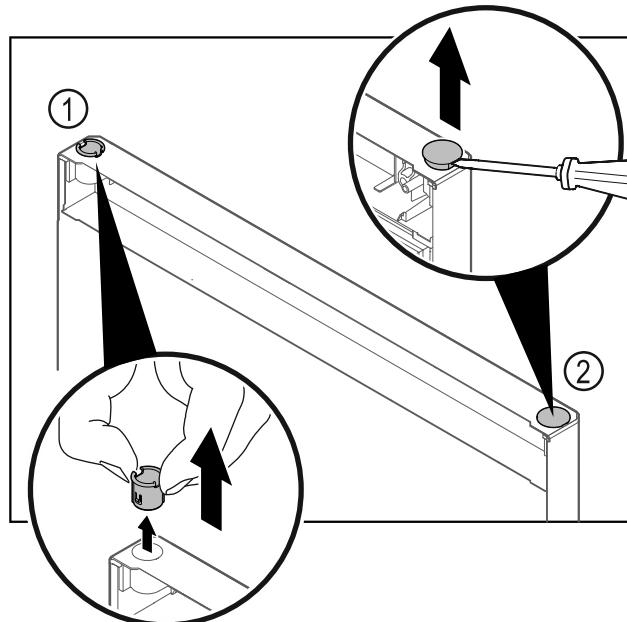

Fig. 28
- Pirštais ištraukite šarnyrinę įvorę Fig. 28 (1).
- Dengiamajį kamštį Fig. 28 (2) atsargiai pakelkite išdrožiniu atsuktuvu ir jį ištraukite.